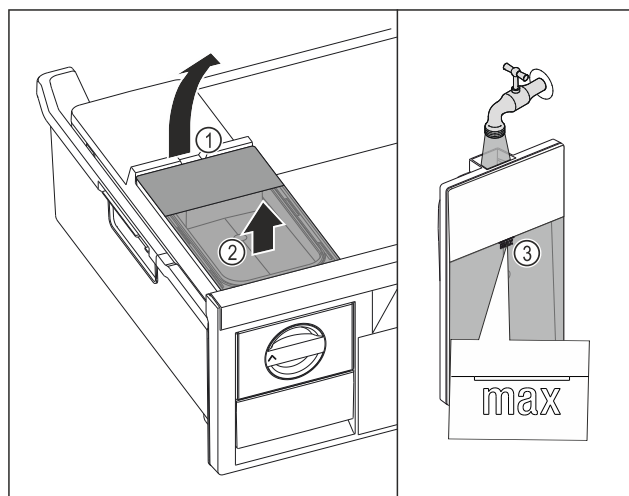

Fig. 126
- ▶ Løft vannbeholderen ved utsparingen Fig. 126 (1).
- ▶ Løft vannbeholderen ut av skuffen. Fig. 126 (2)
- ▶ Fyll vanntanken med vann opp til markeringen Fig. 126 (3).